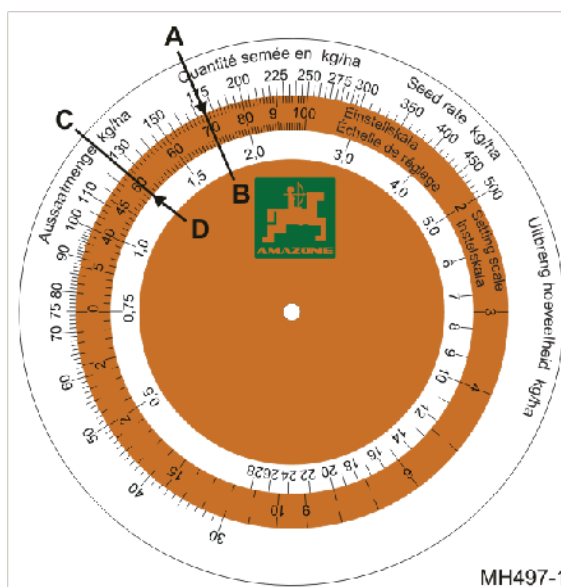

Рис. 110
- o вычисленную норму высева 175 кг/га (Рис. 110/A)
- o положение редуктора 70 (Рис. 110/B)
2. Найдите положение редуктора для требуемой нормы высева 125 кг/га (Рис. 110/C). на счетном диске.
→ Положение редуктора 50 (Рис. 110/B)